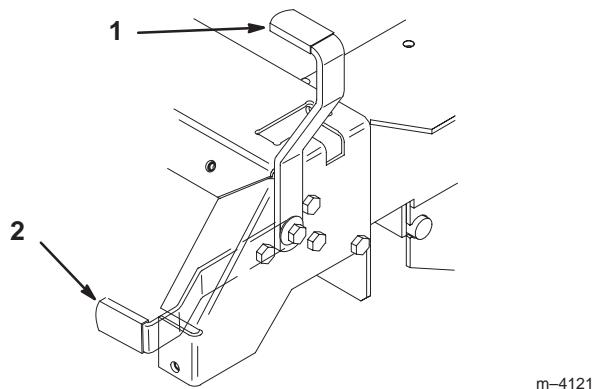

Figure 10
2. Tirez le frein de stationnement en arrière et vers le haut pour le serrer (Fig. 10). Une fois serré, le frein de stationnement ne doit plus bouger.
1. Poussez le levier du frein de stationnement vers l'avant et vers le bas afin de le desserrer (Fig. 10). Le frein de stationnement est desserré et le levier est en appui contre la butée du frein.